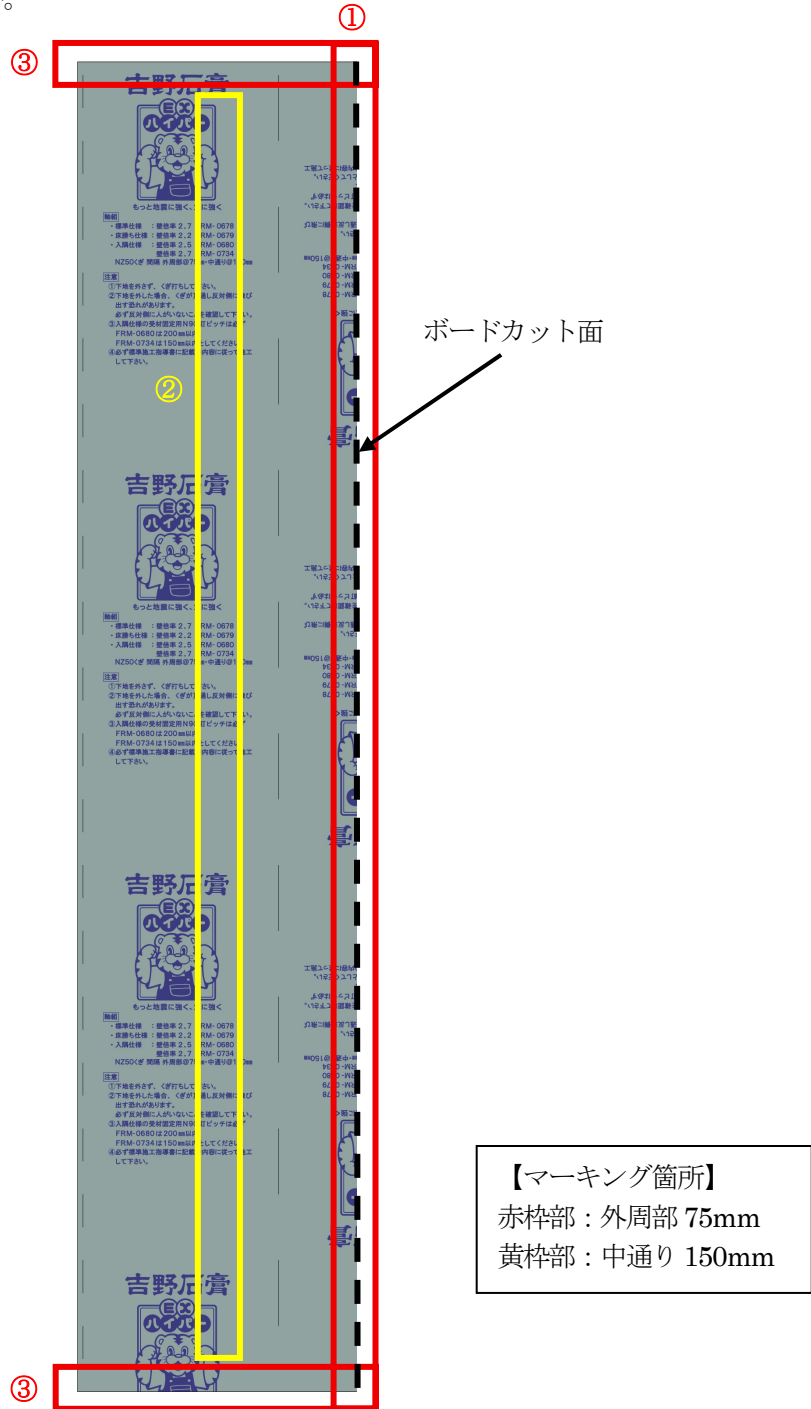

図4 タイガーEX ハイパーマーキング例
- ・長手方向にくぎピッチを示すマーカートを外周部 75mm 間隔、中通り 150mm 間隔の黒色の破線で示していますが、本認定 (FRM-0778) でタイガーEX ハイパーを使用する場合は、必ず面材をカットする必要があります。よって図4を参考に、[①カットによりマーカートが消失した外周部]、[②カットによりマーカートがズレた中通り] および [③短手方向外周部] に、規定ピッチと縁端距離を守ってマーキングした上でくぎ打ちしてください。